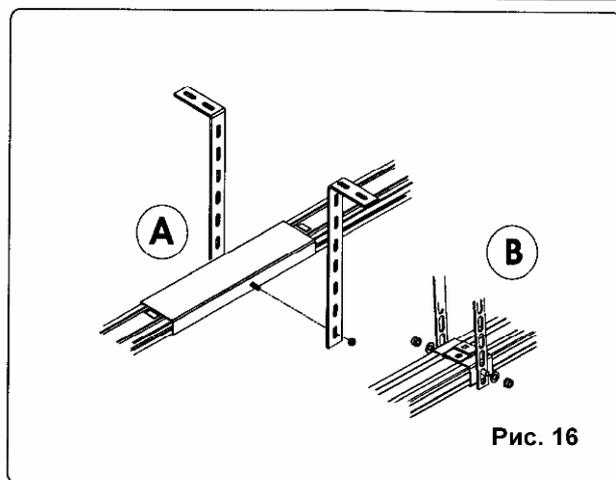

Рис. 16
- Согните перфорированные скобы из комплекта и закрепите их по центру соединительного желоба А при помощи гаек рис. 16.